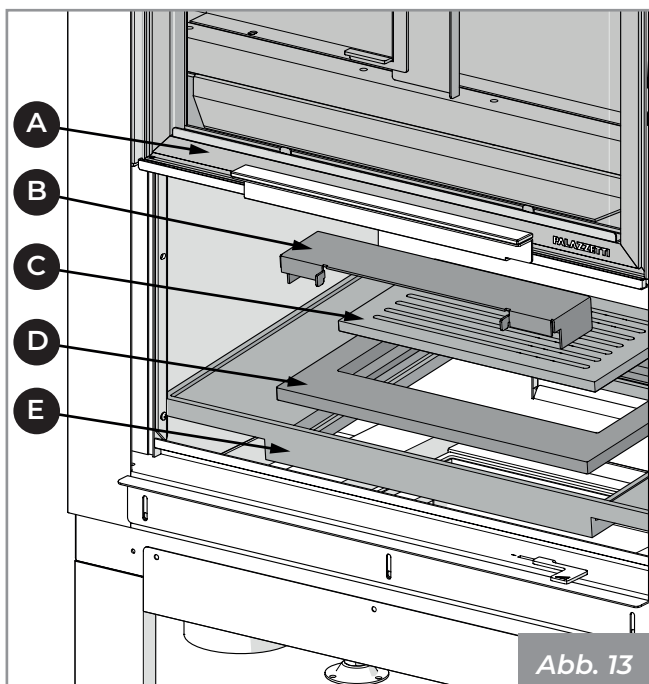

Abb. 13
- 1) Öffnen Sie die Tür (A), indem Sie sie nach oben drücken.
- 2) Heben Sie den Verbrennungsluft-Deflektor (B), das Gitter (C), den Gitterträger (D) und das Kohlenbecken (E) an und ziehen Sie sie heraus, wobei Sie darauf achten müssen, die feuerfesten Materialien nicht zu beschädigen (Abb. 13).